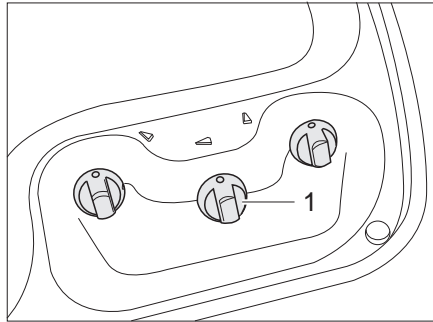
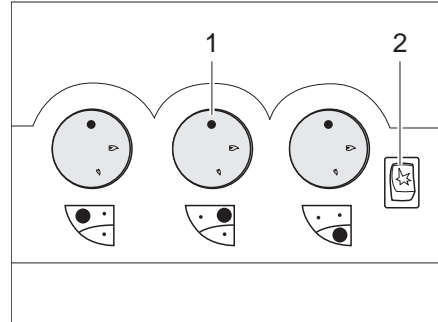

Bild 229 Bedienelemente für Gaskocher (Variante 1)
Bild 230 Bedienelemente für Gaskocher (Variante 2)
- Drehregler (Bild 229,1 oder Bild 230,1) der gewünschten Brennstelle auf Zündposition (große Flamme) drehen.
- Wenn eine Zündtaste (Bild 230,2) vorhanden ist: Funke durch Drücken der Zündtaste erzeugen.